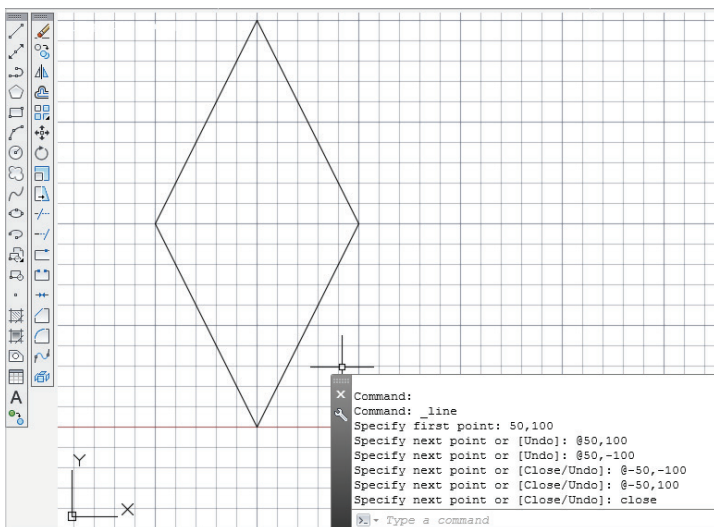

Рис. 1.13. Вычерчивание ромба
2. Далее ввести с клавиатуры без пробела координаты X и Y вершин ромба согласно листингу командной строки на рис. 1.13, обращайте внимание на ввод знака @ при наборе координат вершин ромба.